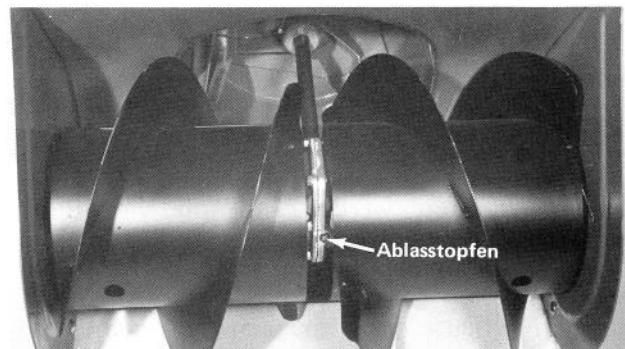

Abb. 29
4. Die Ablasswanne unter den Ablassstopfen (Abb. 29) vorne am Räumgetriebe stellen und dann den Stopfen heraus-schrauben.
7. Den Stopfen wieder einschrauben (Abb. 29).